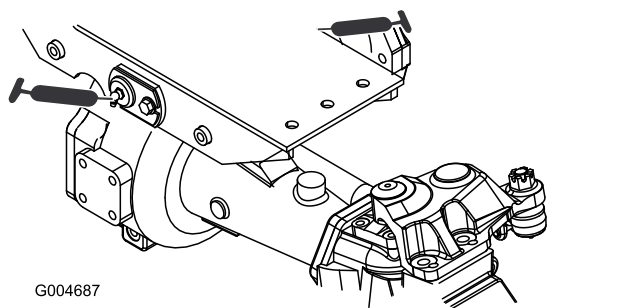

Figura 63
- Casquillos de los pivotes de los ejes delantero y trasero (2) (Figura 63).